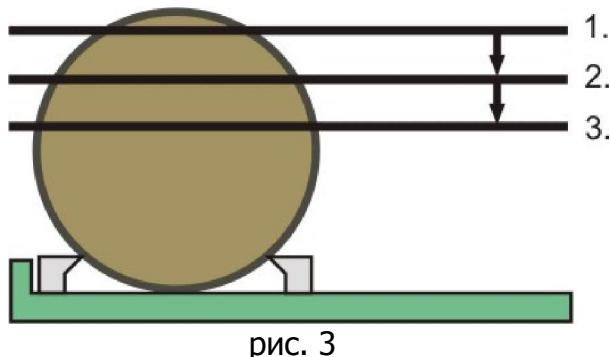

рис. 3
- 13.5. Управляя джойстиком, установить пилу на нужную высоту, что соответствует первому пропилу (рис. 3 позиция 1.).
- 13.12. Нажмите клавишу [**A**], контроллер выставит Вам заданный размер (рис. 3 позиция 2.).